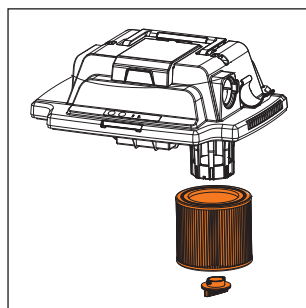

Рис. 24
- Для модели DAVC 1621Li открутите фиксатор и извлеките HEPA-фильтр (Рис. 24).